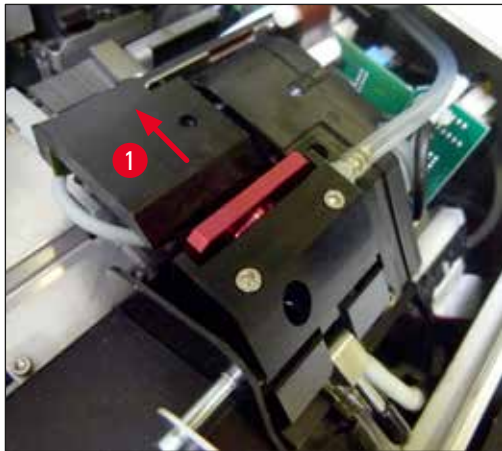

Fig. 51
2. El cabezal de impresión (→ "Fig. 51-1") se desplaza hacia arriba hasta quedar aprox. a 1 cm de la falda obturadora (→ "Fig. 51").